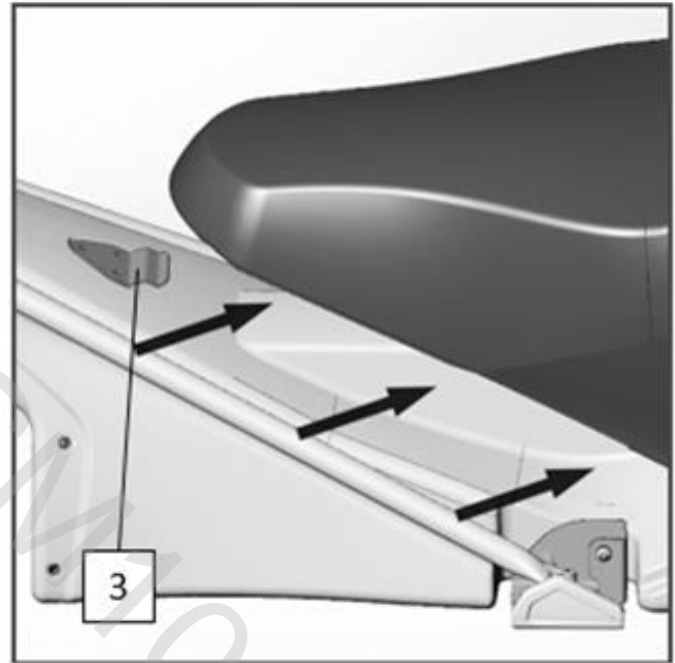

Рис. 27
2. Снимите сиденье с фиксатора-пластины (поз. 3, рис. 27), выдвинув сиденье по направлению к багажному отделению снегохода, предварительно подняв заднюю часть сиденья на 15 см.